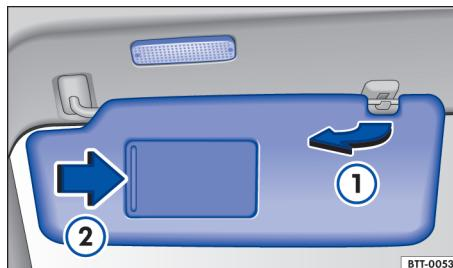

Fig. 70 Para-sol.
- Retirar do suporte e girar na direção das portas → Fig. 70 ①.
No para-sol rebatido para baixo há um espelho de cortesia atrás de uma cobertura. Ao abrir a cobertura → Fig. 70 ② uma lanterna se acende.